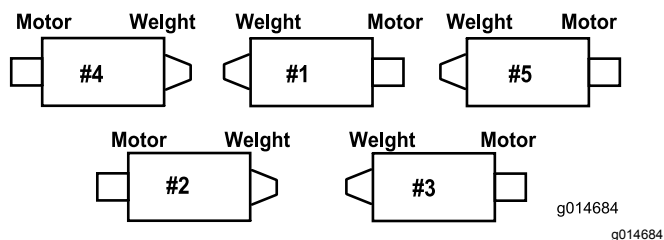
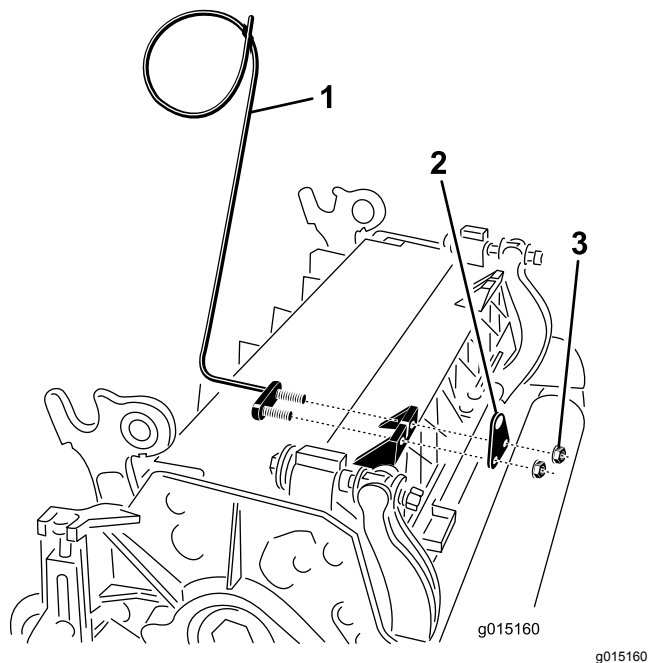
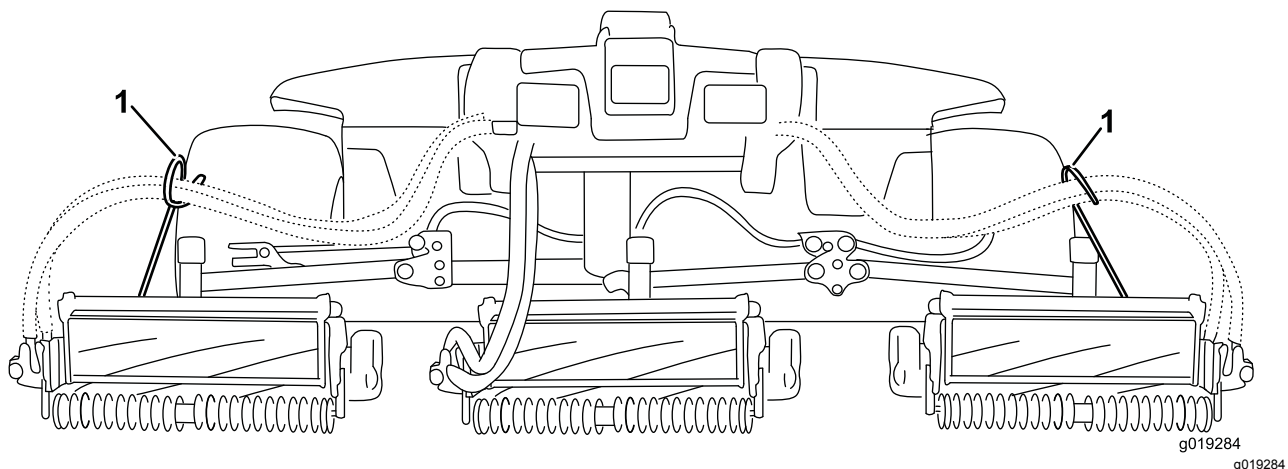

Рисунок 7
Рисунок 8
Рисунок 9
**Внимание:** На режущем блоке № 4 (левом переднем) и № 5 (правом переднем) (Рисунок 7) прикрепите направляющие шлангов к передней части выступов режущих блоков с помощью крепежных гаек кронштейна штока (Рисунок 8). Направляющие шлангов должны быть наклонены в сторону центрального режущего блока (Рисунок 8 и Рисунок 9).